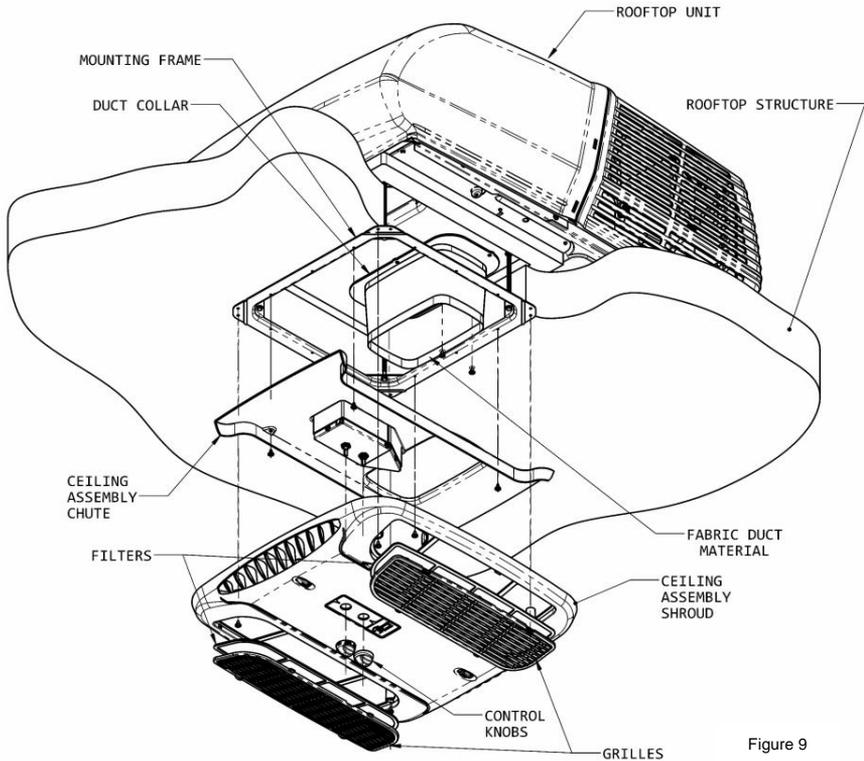

Figure 9
- B. Fixer le collet de conduit au bac collecteur de pompe à chaleur avec 3 vis fournies (voir la figure 9).
- H. Soulevez la chute de l'ensemble de plafond jusqu'au cadre de montage et fixez-la avec les 4 vis de montage fournies (voir Figure 9).
- K. Relevez le carénage du plafond, assurant qu'il est en prise avec la goulotte, et le fixer sur le châssis de montage avec 4 vis fournies (voir la figure 9).